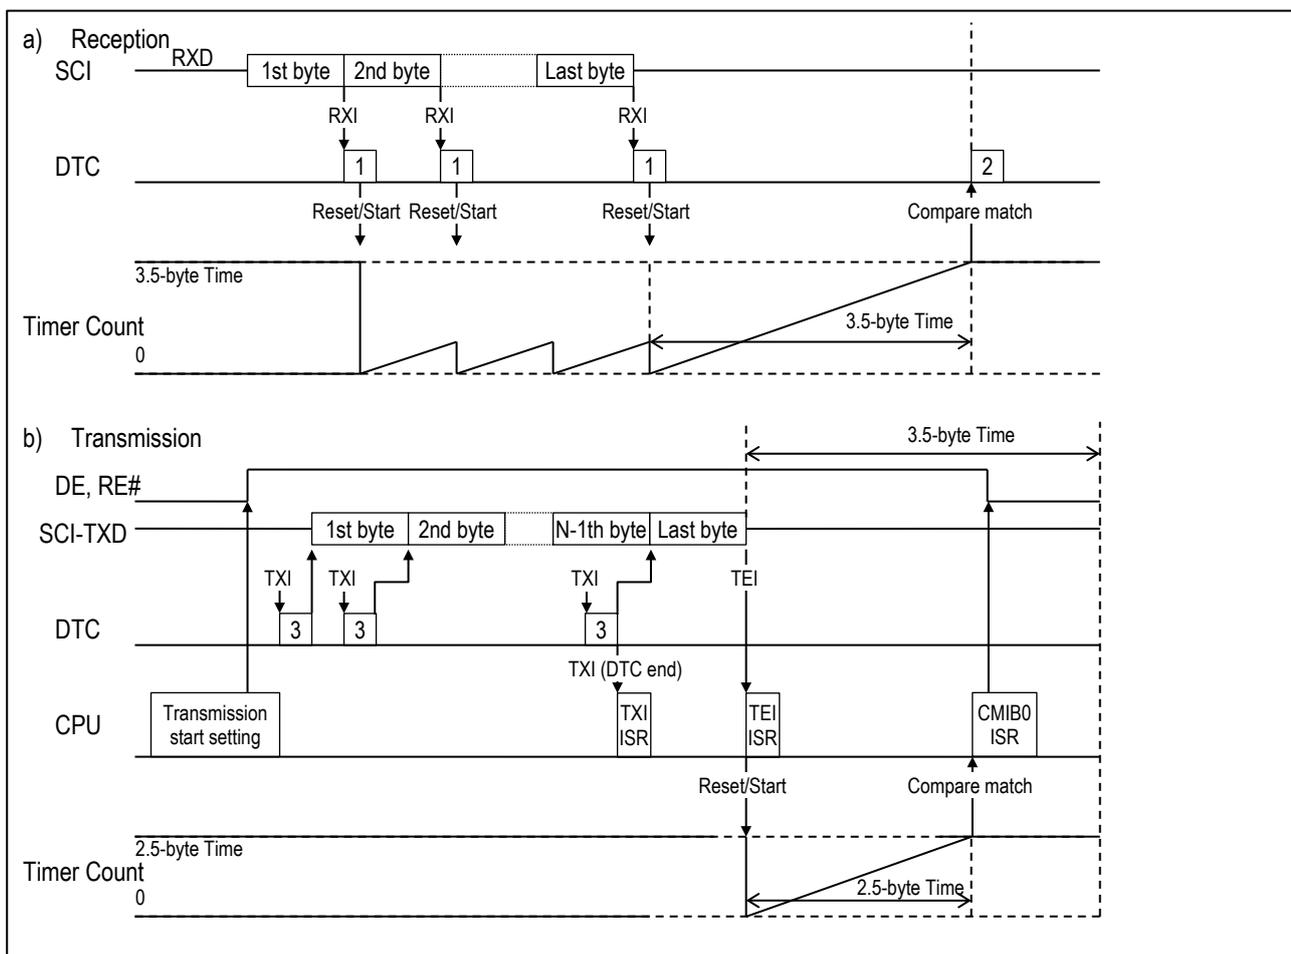
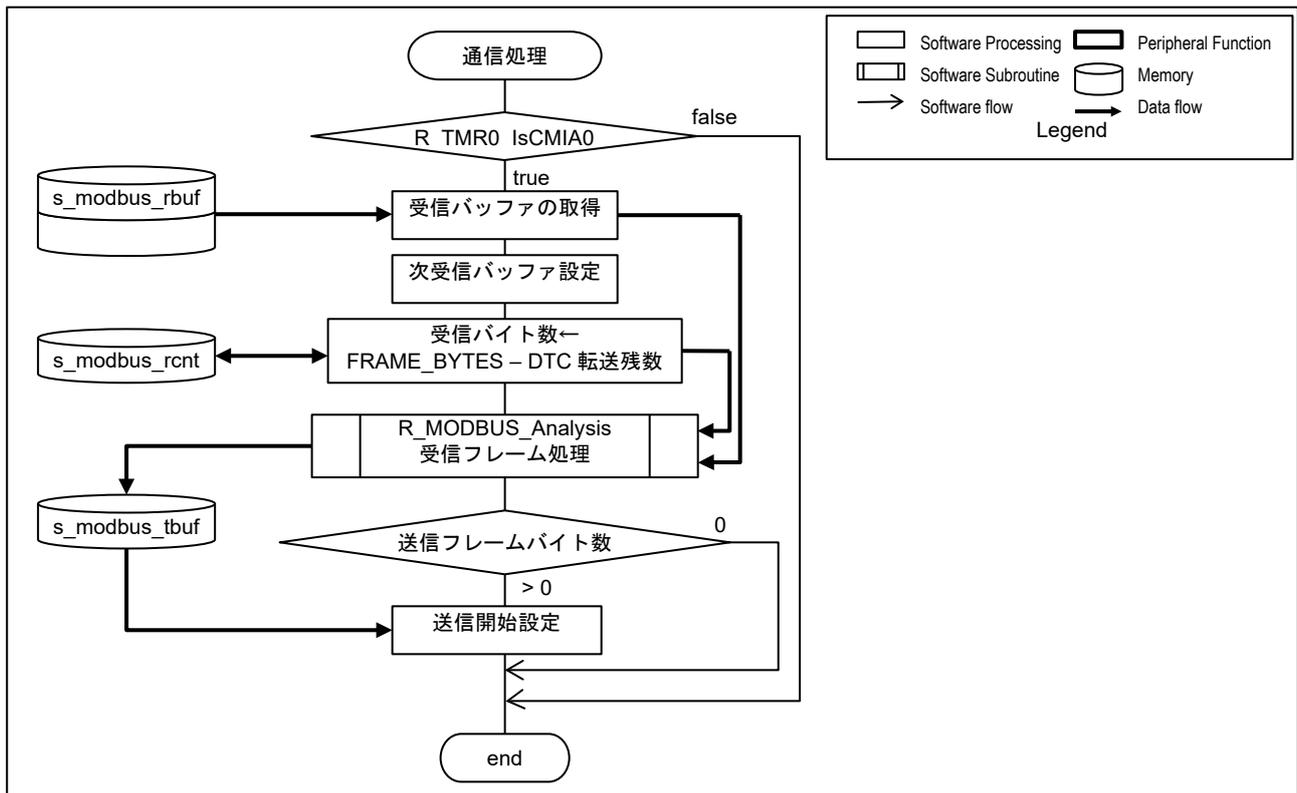

図 8-3 Modbus 通信タイミングチャート
図 8-4 Modbus 通信処理フロー
通信のタイミングチャートを図 8-3 に、通信処理フローを図 8-4 に示します。
(1) 1byte 受信ごとの RXI1 割り込み要求で、DTC 転送 1 (DTC_RXI1)により以下を行う。
(2) TMR0 コンペアマッチ A 割り込み要求(CMIA0)で、DTC 転送 2 (DTC_CMIA0)により以下を行う。
(3) プログラムは、図 8-4 に示すように、CMIA0 を検出した場合に DTC 転送回数を取得・クリアし、受信バッファの Modbus 受信フレームを処理する。
(1) 送信準備として、プログラムは図 8-4 「送信開始設定」で以下を行う。
- (2) TXI1 割り込み要求で、DTC 転送 3 (DTC_TXI1)により送信フレームの 1byte を送信レジスタに転送
- (3) DTC 転送 3 (DTC_TXI1)完了による TXI1 割り込み要求で、割り込みハンドラにより以下を行う
- (4) TEI1 割り込み要求で、割り込みハンドラにより以下を行う